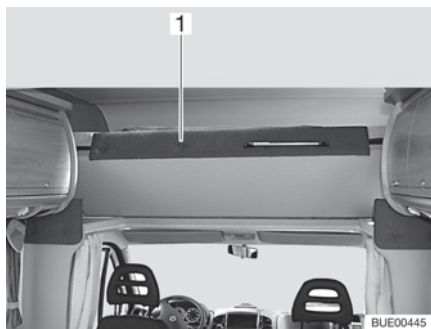

Fig. 102 Letto mansarda, ribaltato verso l'alto
- Ribaltare il letto mansarda (Fig. 102,1) verso l'alto, in avanti. Il letto mansarda viene mantenuto nella posizione superiore dalle molle a gas.